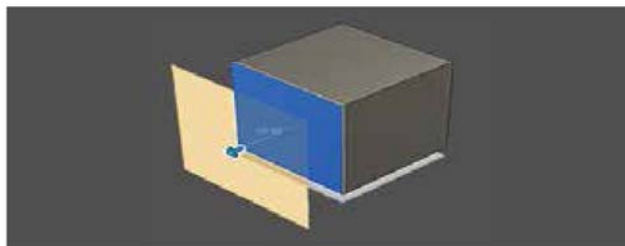

图 2-82
(1) **偏移平面**: 创建从选定面或平面偏移得到的构造平面。选择面、平面或草图轮廓, 然后指定偏移距离, 如图 2-82 所示。